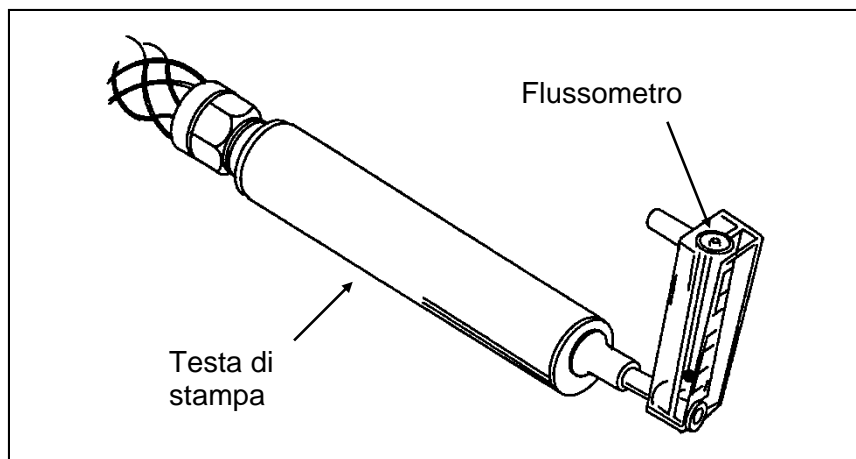

Figura 8-17. Flussometro dell'aria collegato alla testa di stampa
1. Tenere il flussometro contro la piastra frontale della testa di stampa (vedere Figura 8-17).